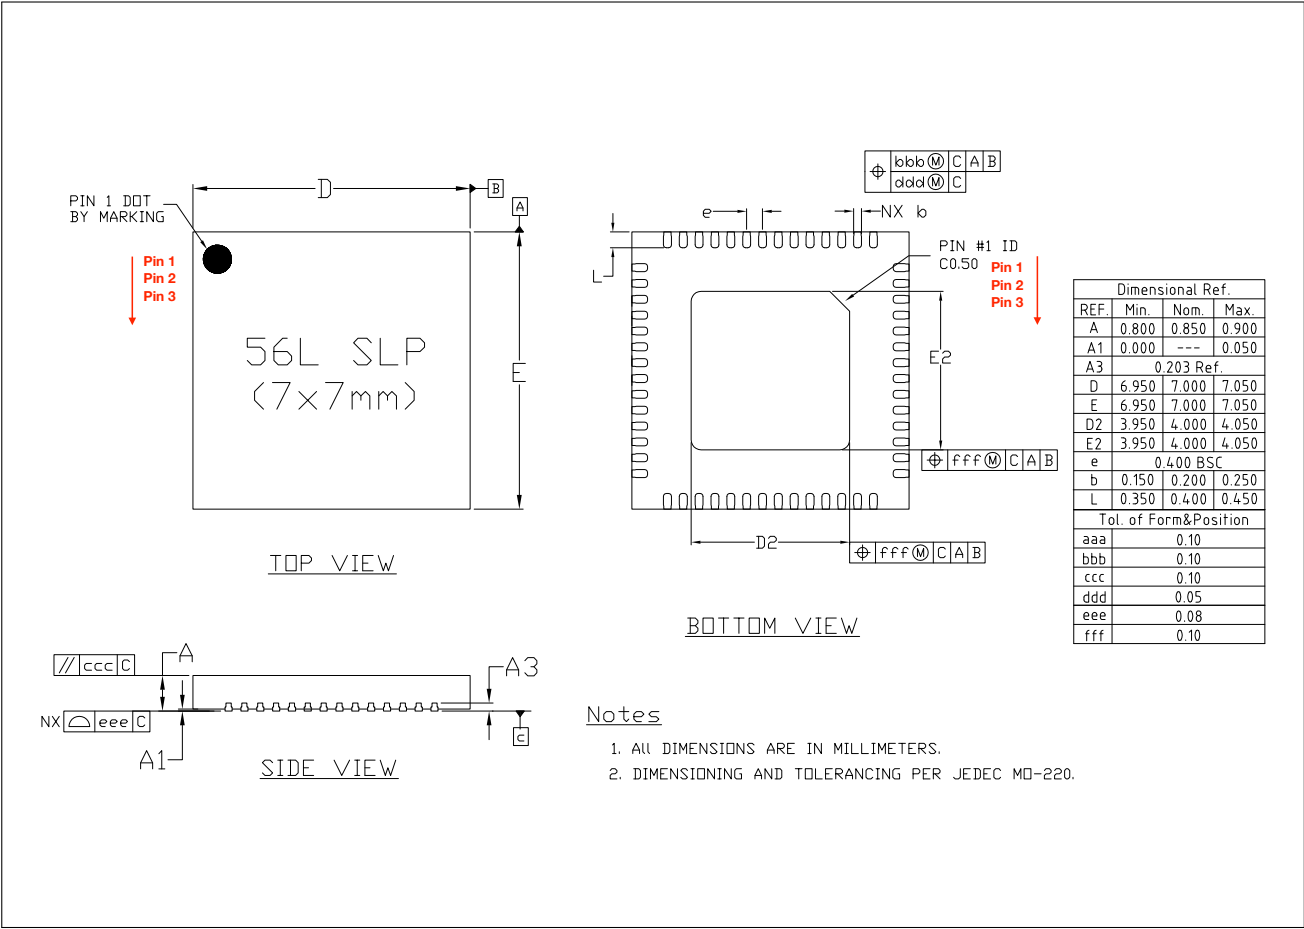
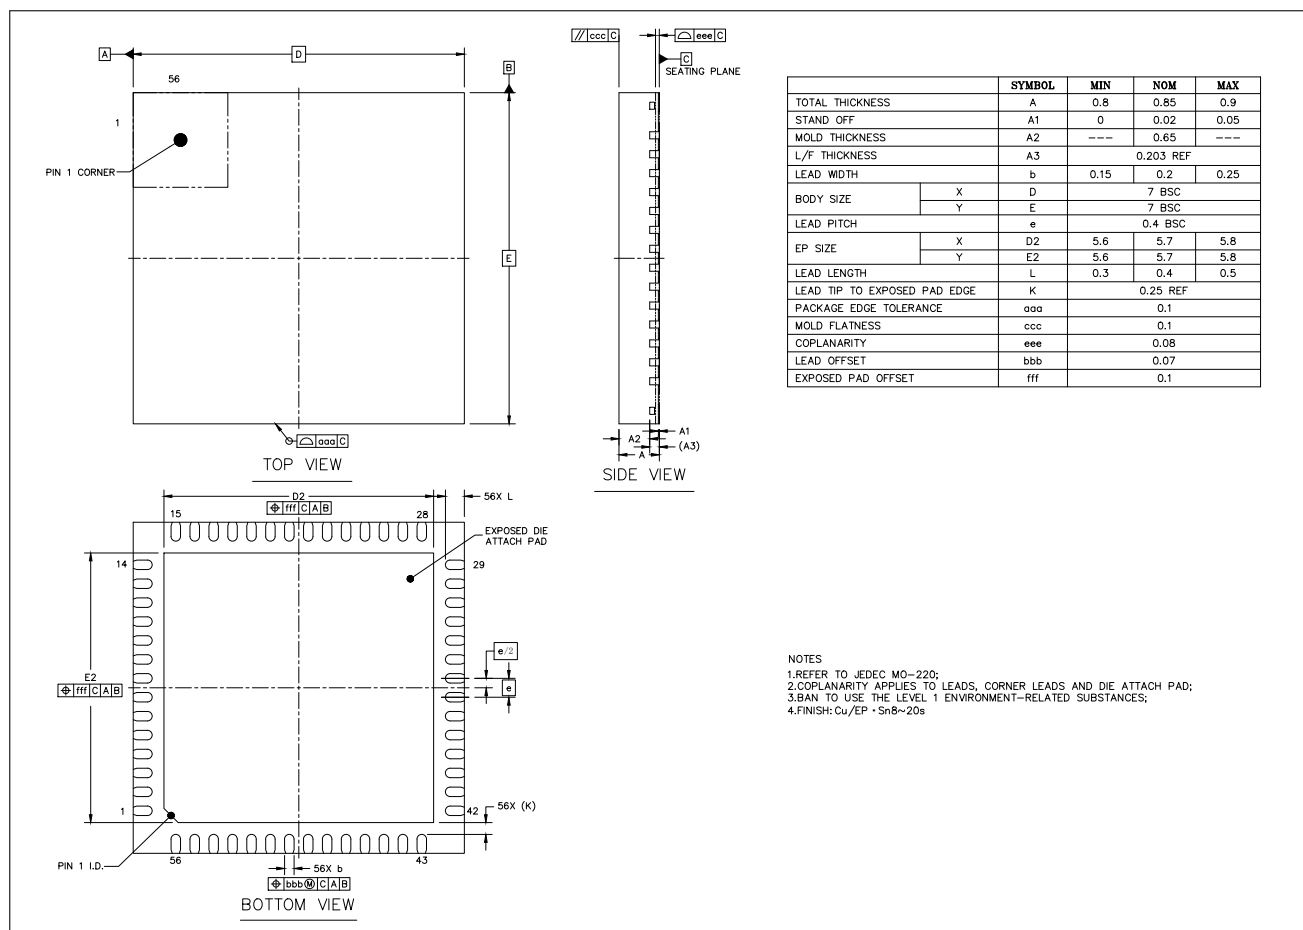

图 5-1. QFN56 (7x7 mm) 封装
图 5-2. QFNWB (7×7 mm) 封装 (仅适用于 ESP32-S3FH4R2)
- ESP32-S3FH4R2 芯片的封装（见图 5-2）除 EPAD 尺寸更大外，与其他 ESP32-S3 芯片封装（见图 5-1）相同。ESP32-S3FH4R2 芯片同样可使用 源文件 \(dxf\)，但需更改其中的 EPAD 尺寸（具体见图 5-2 中的 D2 和 E2）。